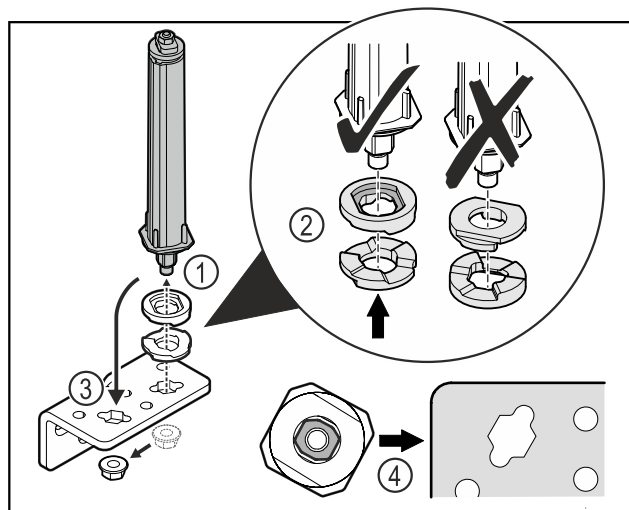

Fig. 39
- Развийте гайката и свалете затварящата система на вратата Fig. 39 (1).
- Обърнете внимание на правилното подравняване на шайбите за регулиране на височината Fig. 39 (2).
- Преместете затварящата система на вратата в ъгъла на пантата и я фиксирайте с гайката Fig. 39 (3).
- При поставяне се уверете, че затварящата система на вратата е правилно подравнена Fig. 39 (4).